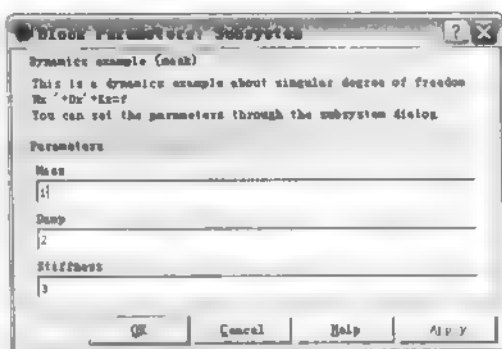
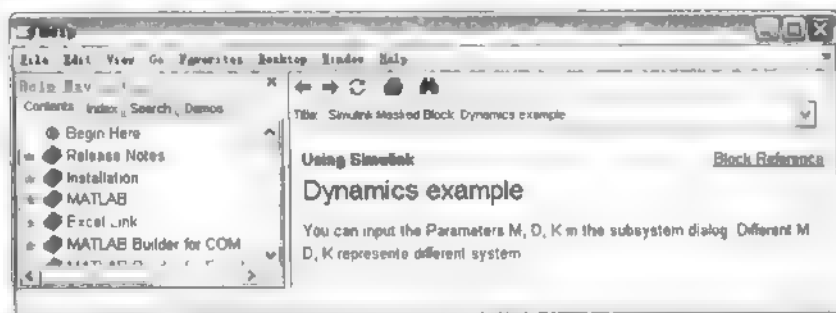

图 7.55 子系统模块参数设置
图 7.56 子系统模块帮助
如图 7.55 所示, 可以看到用户刚才设置的模块类型和模块说明, 单击 OK 按钮。
(9) 查看相关帮助。在图 7.55 参数设置对话框中单击 Help 按钮, 就可以看到开始时设置的帮助文档。如图 7.56 所示。